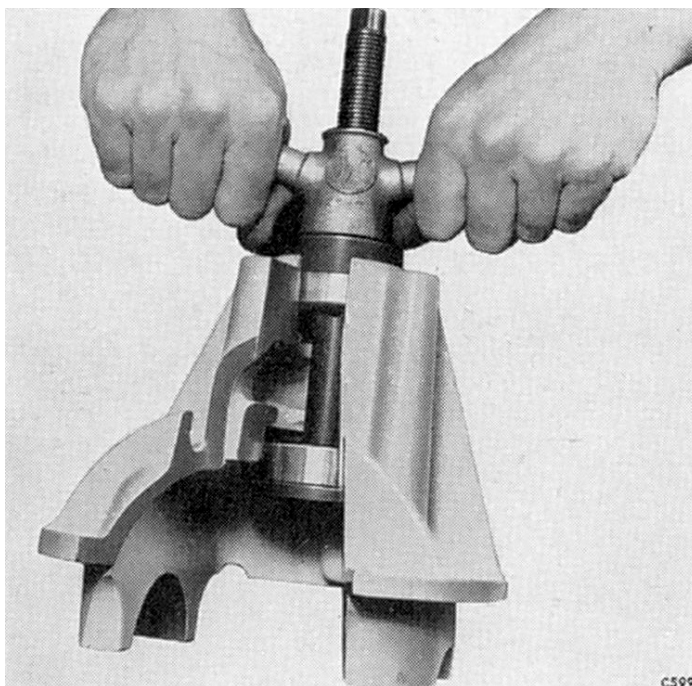

Fig. 41. Montage du roulement de tête de pignon d'attaque
Positionner les bagues extérieures des roulements de pignon d'attaque dans le carter de pont (64) et les mettre en place à l'aide des outils spéciaux illustrés Fig. 41. Ne pas monter les cales (66) à ce stade, légèrement huiler le roulement de tête (65) et le presser sur le pignon (67).